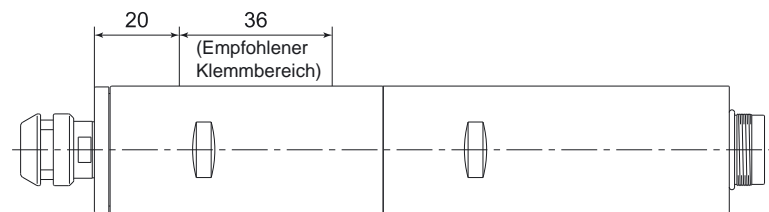

Abb. 22
- (1) Berücksichtigen Sie bei der Montage des Motors/der Spindel den empfohlenen Klemmbereich (Abb. 22). Wenn der Motor/die Spindel nicht korrekt montiert wurde, wird die Spindel beschädigt. (In den folgenden Zeichnungen sind die empfohlenen Klemmbereiche für EM30-S6000 angegeben. Was das Produkt EM20-S6000/EM25-S6000 betrifft, siehe bitte entsprechendes Bedienungshandbuch)